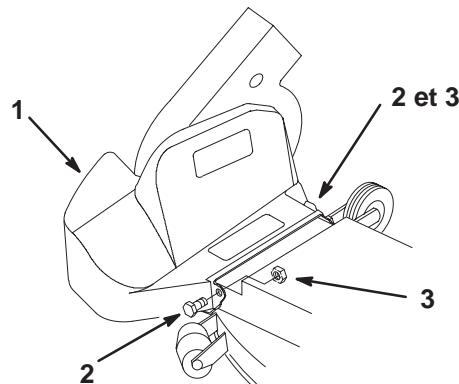

Figure 35
1. Déposez le couvercle de la courroie de souffleur en retirant les 2 contre-écrous (1/4 pouce) et les 2 boulons (1/4 x 5/8 pouce) (Fig. 35).